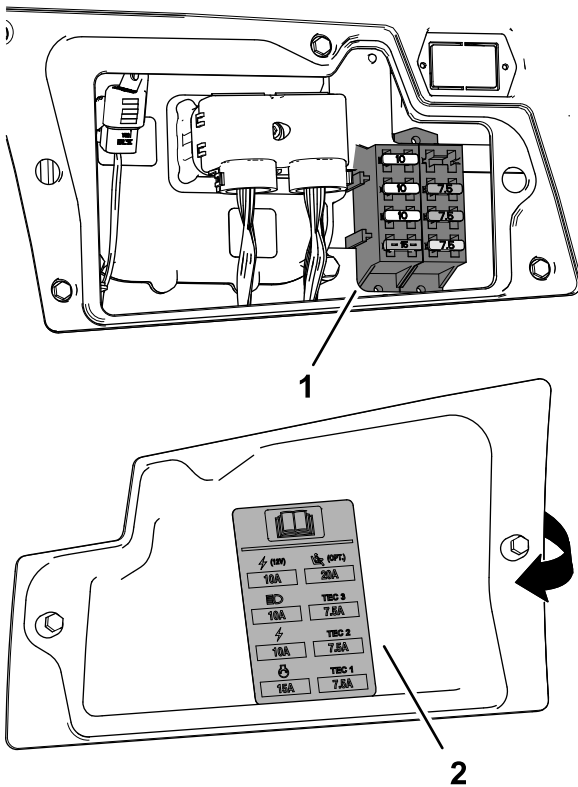

Figure 98
3. Remplacez le fusible défectueux (Figure 98) par un fusible de même type et de même intensité.